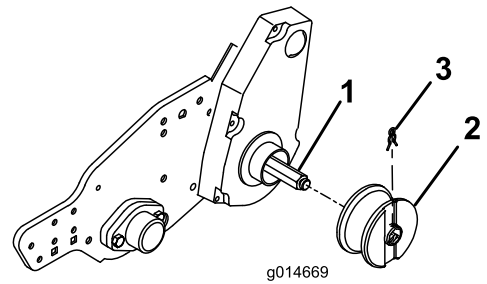

Bild 10
3. Setzen Sie ein Rad auf jede Achse und befestigen es mit einem Radclip (**Bild 10**).